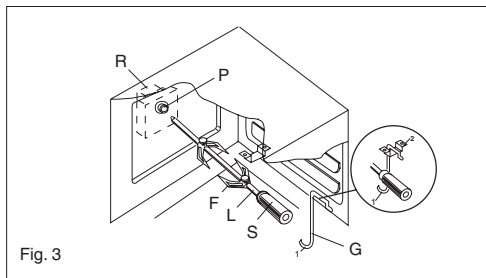

Fig. 3
- Enfiler le poulet ou la pièce à rôtir sur la broche **L** en prenant bien soin de l'immobiliser entre les deux fourches **F** et de bien l'équilibrer afin d'éviter des efforts inutiles au moto-réducteur **R**. (fig. 3).
- Mettre la broche sur le support **G**, après avoir introduit son extrémité opposée dans le trou **P** du moteur **R** (fig. 3).
- Pour enlever la broche opérer de la façon contraire utilisant la manette **S** et un quant de protection en laine isolante (fig.3).